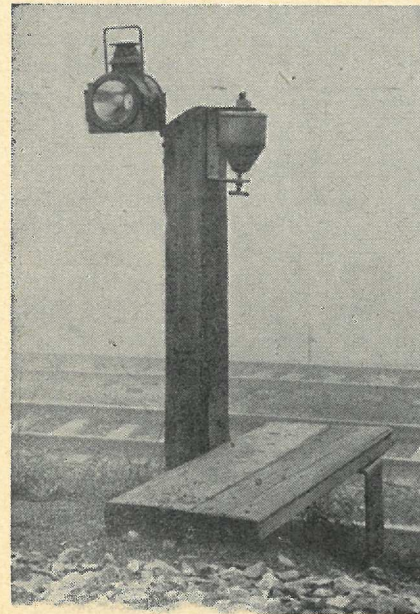

Abb. 6
d) nun kann die Laterne durch Linksdrehung (entgegen dem Uhrzeigersinn) von der Gasflasche gelöst werden. Hierbei muß die Laterne auf der einen Seite an der Aufstecktasche, auf der anderen an der Aufsteckhülse angefaßt werden. Die Laterne ist mit der Aufsteckhülse auf den an der Schwelle angebrachten Aufsteckdorn aufzusetzen (vgl. Abb. 6). Es ist darauf zu achten, daß die alte Aluminiumdichtung bei der Gasflasche verbleibt;